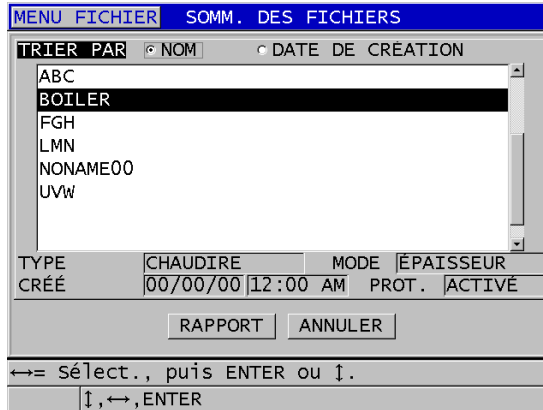

Figure 11-30 Écran de rapport SOMM. DES FICHIERS
4. Dans l'écran **SOMMAIRE DU FICHIER** (voir la Figure 11-30 à la page 229) :